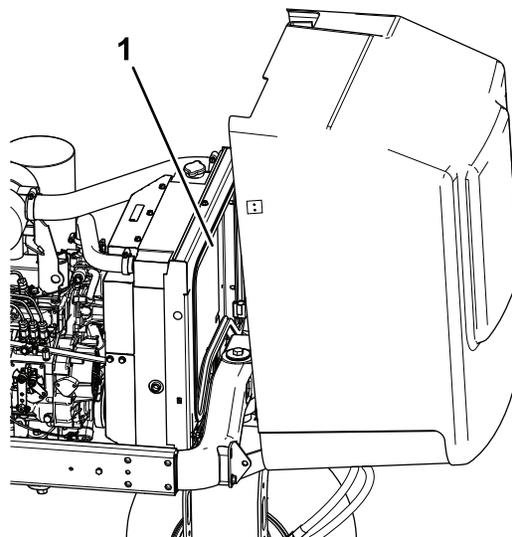

Рисунок 69
5. Тщательно очистите обе стороны радиатора водой или сжатым воздухом (Рисунок 69).